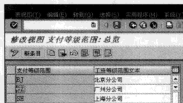

图 6-48 “修改视图支付等级范围: 总览”界面
STEP 1 在命令栏输入 SPRO 命令, 通过菜单选择“人事管理→人员管理→工资核算数据→基本工资→检验工资等级范围”选项, 弹出“修改视图 支付等级范围: 总览”界面, 如图 6-48 所示。